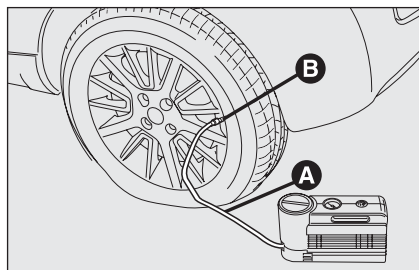

fig. 9
- Tirer le frein à main.** Dévisser le capuchon de la valve du pneu, extraire le flexible de remplissage **A - fig. 9** et visser la bague **B** sur la valve du pneu ;